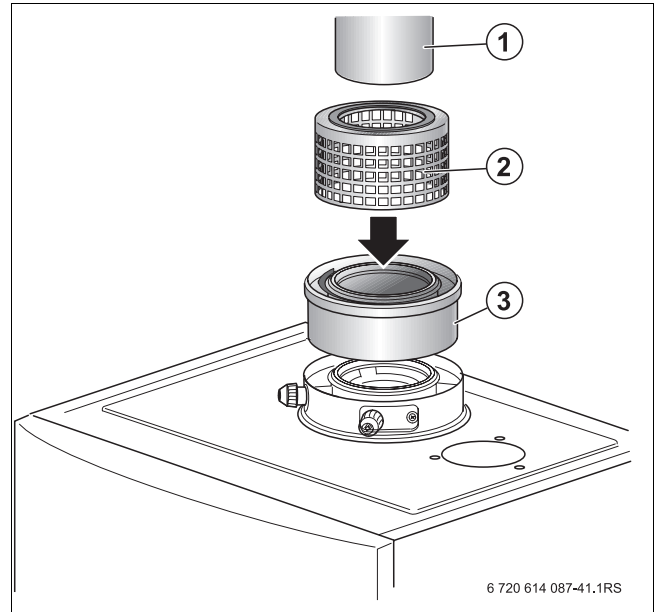

Fig. 3 Collegamento da concentrico a tubo singolo (dipendente dall'aria del locale)
Lo scarico combusti avviene tramite singolo condotto (fig. 3, pos. 1) mentre l'aria comburente viene aspirata, dal locale stesso d'installazione, tramite apposita griglia (fig. 3, pos. 2).